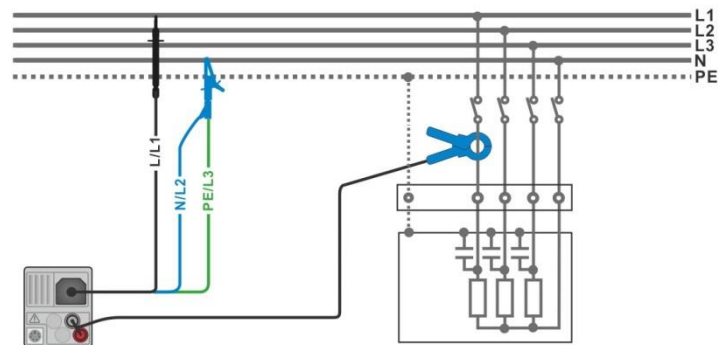

Abbildung 7.72: Oberwellenmessung
- › Schließen Sie die Spannungsmessleitungen und die Stromzange am Prüfling an (siehe **Abbildung 7.72**).